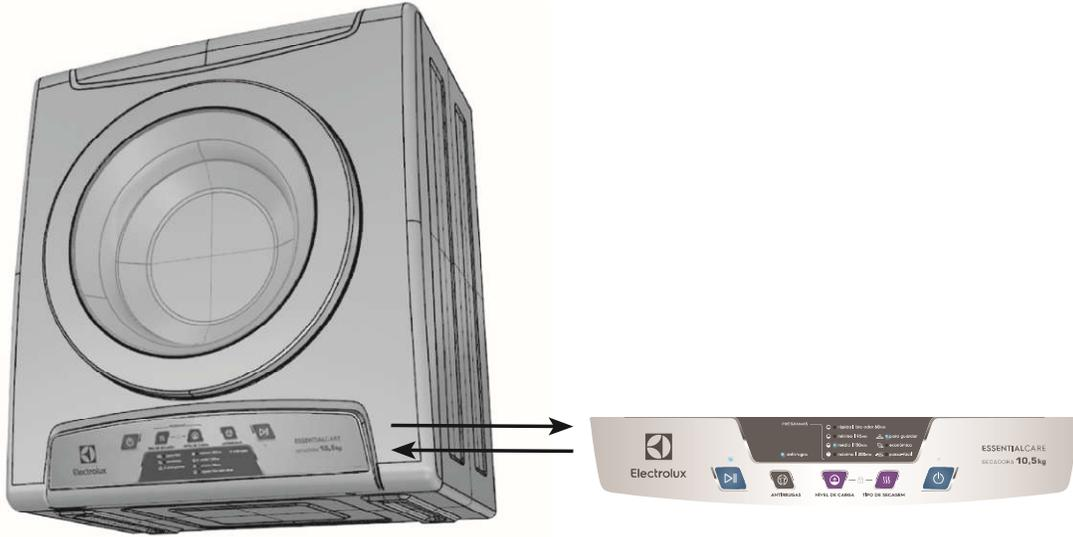

Figura 5
- b** Retire a membrana existente, descolando-a lentamente. Retire o excesso de cola presente no alojamento plástico com um pano umedecido em álcool e depois cole a outra membrana cuidadosamente (Figura 5).